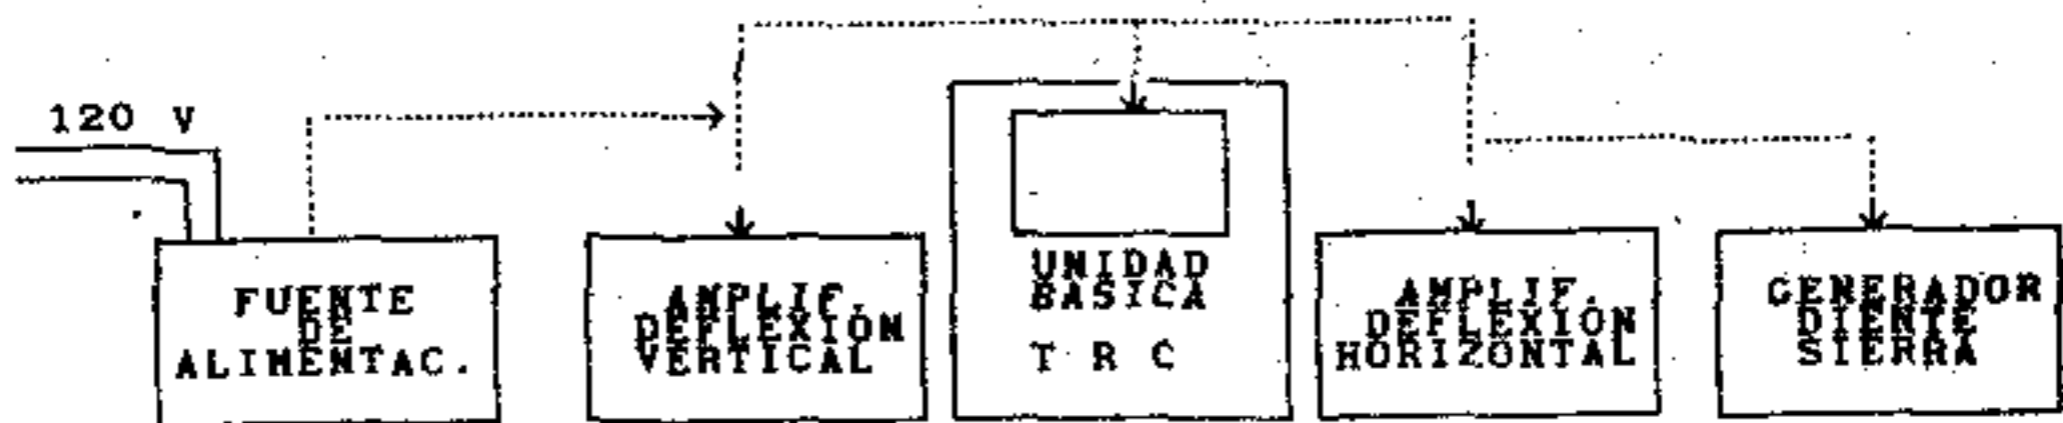

Figura 1
a) Coloque los módulos del osciloscopio como se muestra en la figura 1.